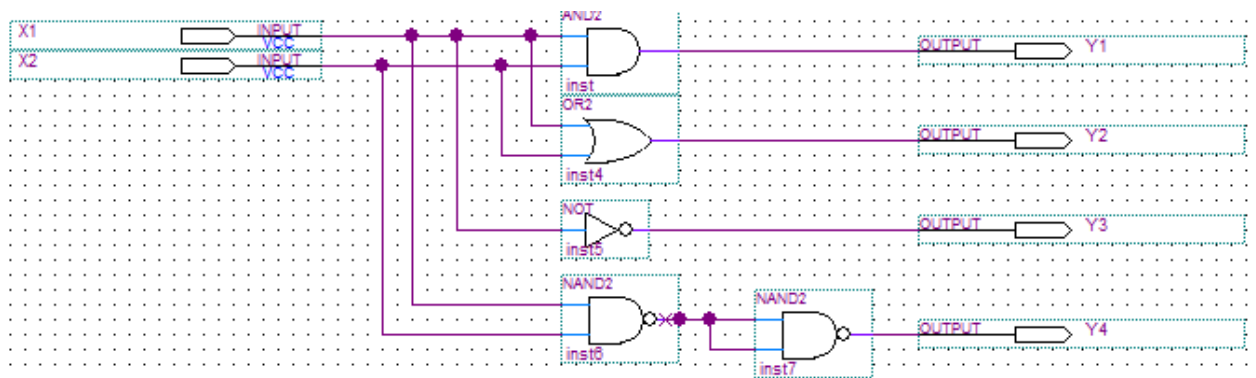

Рис. 1.9. Схема, до якої додано реалізацію функції І в базисі І-НЕ
16. Додати схему в обраному базисі до загальної схеми (рис. 1.9). Після зміни запуснути аналіз та синтез схеми (рис. 1.4).